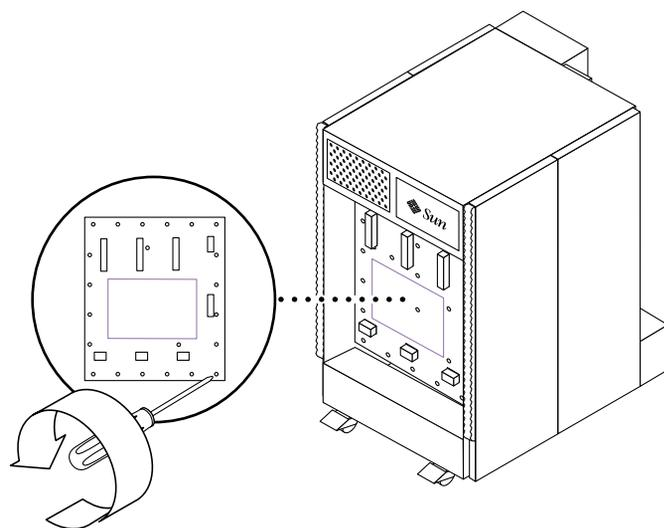

図 11-19 センタープレーンをシステムに固定しているねじの取り外し — Sun Fire E4900 システム
3. 絶縁体およびセンタープレーンをシステム格納装置に固定する 30 本のねじを取り付けます (図 11-19)。